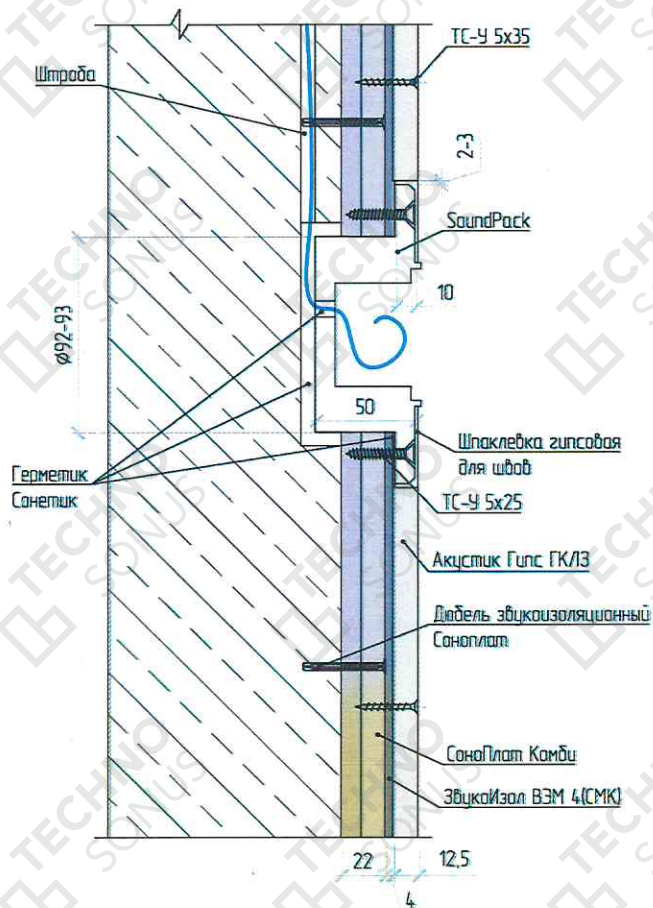

Рисунок 10 – Устройство звукоизоляции розеток в каркасной облицовке «Слим Премиум».
6.8. Звукоизоляционные подрозетники SoundPack устанавливаются в конструкцию бескаркасной звукоизоляции стены «Слим Премиум» с соблюдением следующей последовательности (рисунок 10):